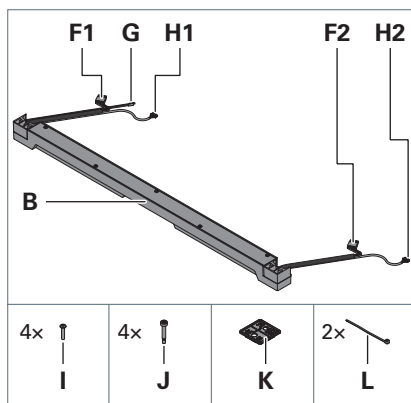

Fig. 2: Dotazione supplementare adattatore U.
- Prelevare i componenti della dotazione supplementare soltanto quando sono necessari nel relativo passaggio di montaggio, vedere Fig. 2.